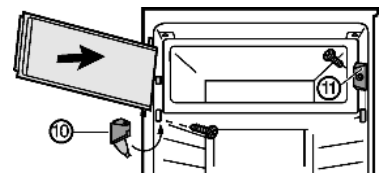

Fig. 7\*
- ▶ Verschlussstück Fig. 7 (11) montieren.\*
- ▶ Lagerbock Fig. 7 (10) montieren und Abdeckung zuklappen.\*